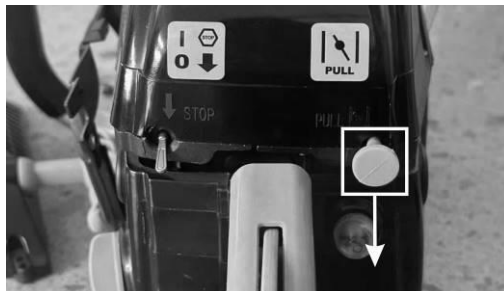

Рис. 10. Регулировка положения заслонки
3. Вытяните регулятор положения воздушной заслонки (рис. 10).